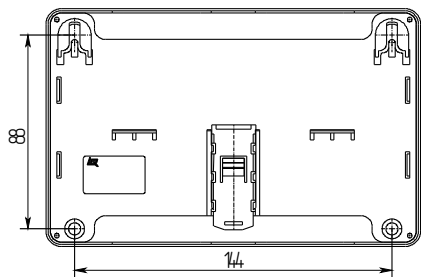

Рисунок 5
- б) при установке на стену, перегородку и конструкцию, изготовленную из негорючих материалов (рисунок 5):